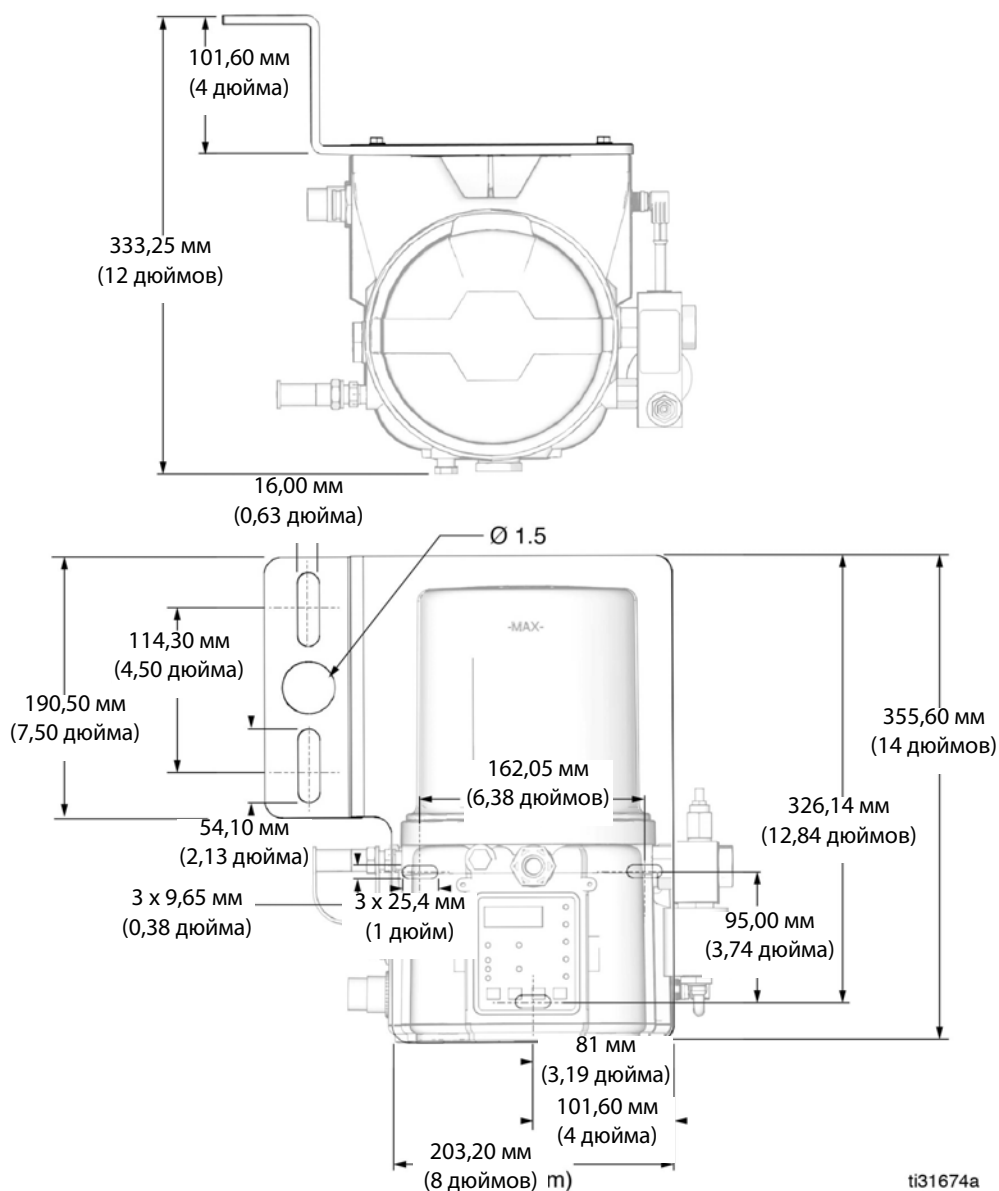

Рис.9
- Информацию о кронштейне с указанием размеров насоса см. на Рис.9, стр. 13.